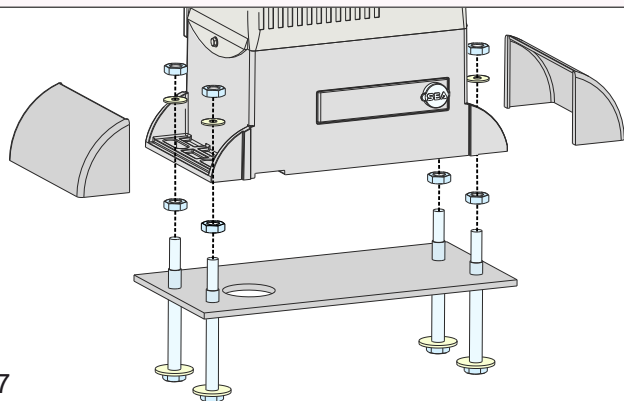
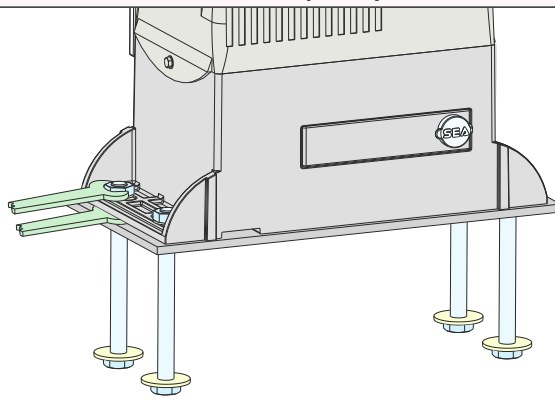

Fig. 7
Fig. 8
- 4.1. Fixer le motoréducteur à la plaque de fondation à l'aide des vis fournies - Fig. 7, en ajustant sa position latérale et sa hauteur - Fig. 8 - pour respecter les dimensions mentionnés sur la Fig. 5
- 4.2. Insérez les deux couvercles de protection latéraux à emboîtement - Fig. 7